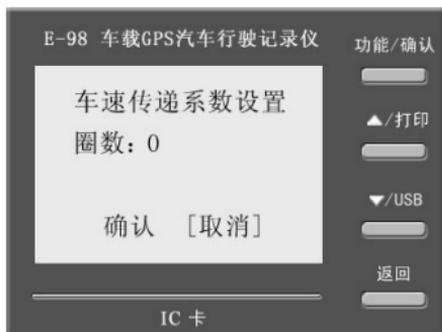

图 9
- 1) 按“▲”或“▼”键选择查看车速传递系数，即车辆行驶每公里里程时驱动速度传感器的转速(r/km)。(如图 9、10、11、12)